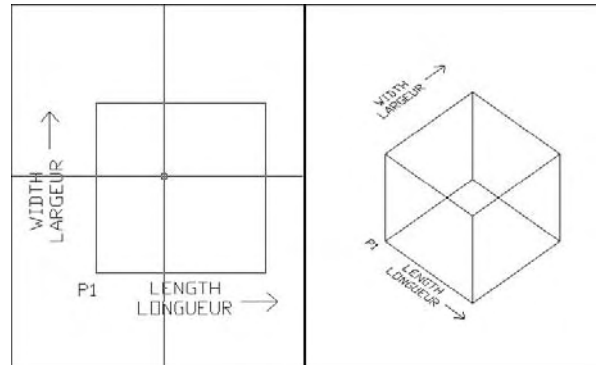

Fig.6.7
- BOITE (BOX) : permet de dessiner un parallélépipède ou un cube (fig.6.7).